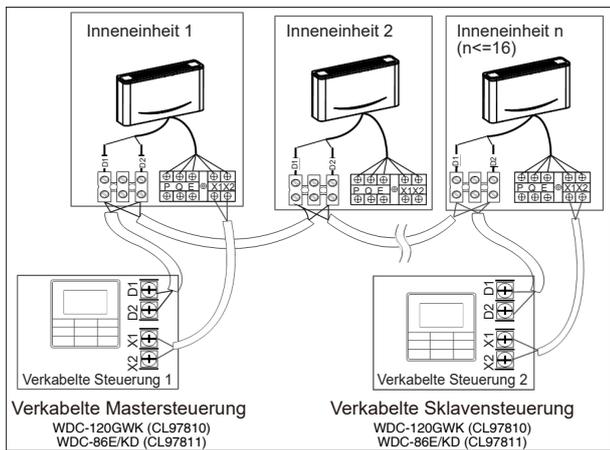

Abbildung 6.8
- Verwenden Sie eine verkabelte Steuerung zum Steuern mehrerer Inneneinheiten oder zwei verkabelte Steuerungen (eine Master- und eine Sklave-Steuerung) zum Steuern mehrerer Inneneinheiten (siehe Bild 6.8)